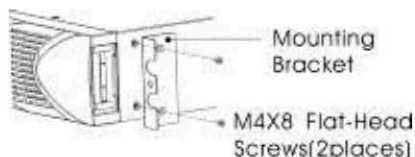

Рис. 3 Установка монтажных кронштейнов
i) Совместите монтажные кронштейны с отверстиями для винтов на каждой стороне ИБП и закрепите с помощью потайных винтов М4×8 (см. рис. 3)